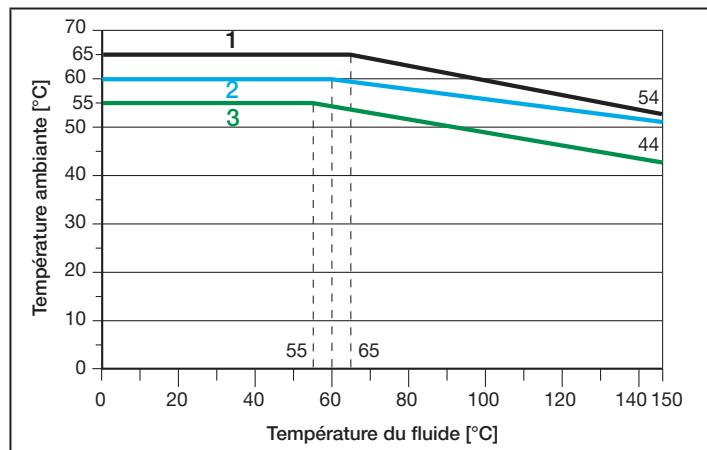
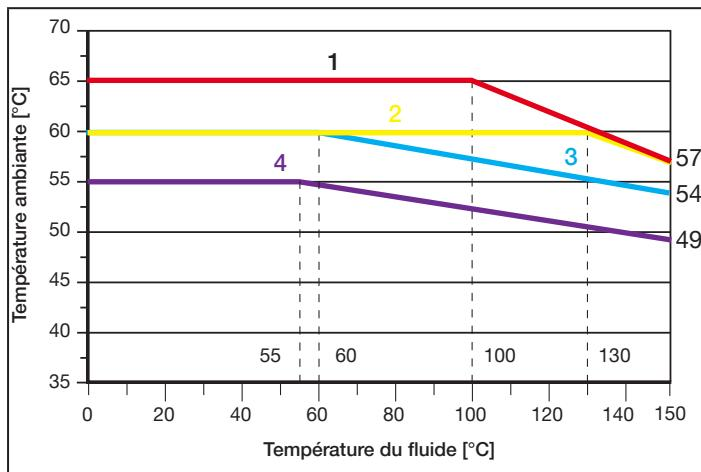

Fig. 8: Diagramme de température AG2
Fig. 9 : Diagramme de température AG3
- **Températures ambiantes** : en fonction de la température du fluide. Voir « Fig. 8 » et « Fig. 9 ».
Températures maximales : respecter les interactions entre la température ambiante et la température du fluide. Voir « Fig. 8 » et « Fig. 9 ».